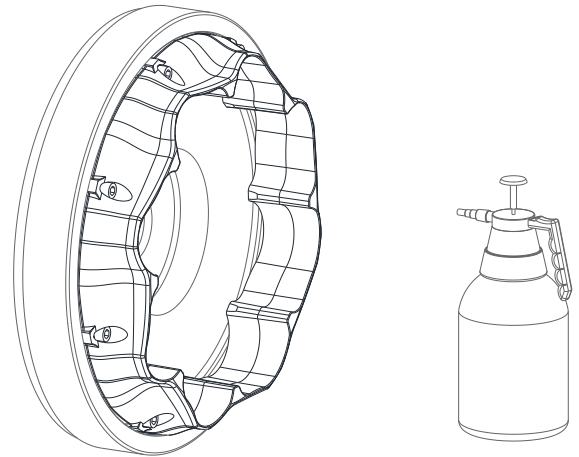

Bild 17
- Vor der Endmontage empfehlen wir die Taschen des Anschlussflansches oder die Rollen mit einer Seifenlauge oder einem Silikonspray einzusprühen (siehe Bild 17).